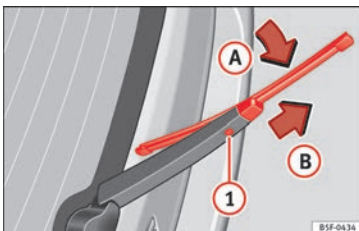

Fig. 81 Sostituzione della spazzola del lunotto posteriore.
- Ruotare leggermente la spazzola »» **fig. 81** (freccia **A**).